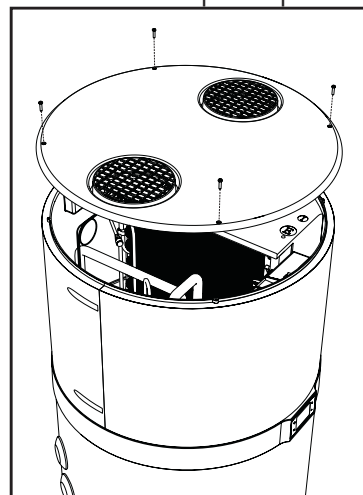

fig. 73- Extracción de la cubierta superior
- Retire la cubierta superior desenroscando primero los tornillos de bloqueo (fig. 73).